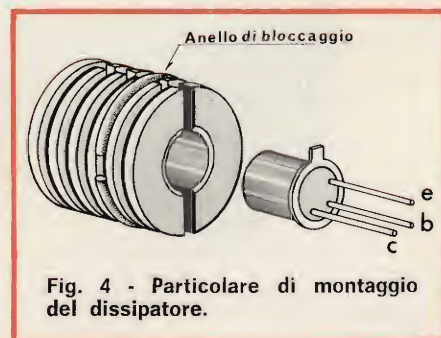

Fig. 4 - Particolare di montaggio del dissipatore.
- Montare il dissipatore termico al transistor TR2 (vedi particolare di montaggio fig. 4).